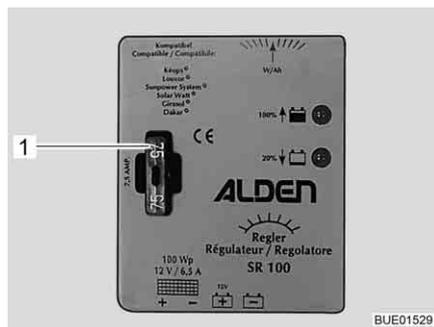

Bild 117 Sicherung Solar-Laderegler 100 W
- Flachsicherung 5 A/hellbraun (Bild 117,1) wechseln.